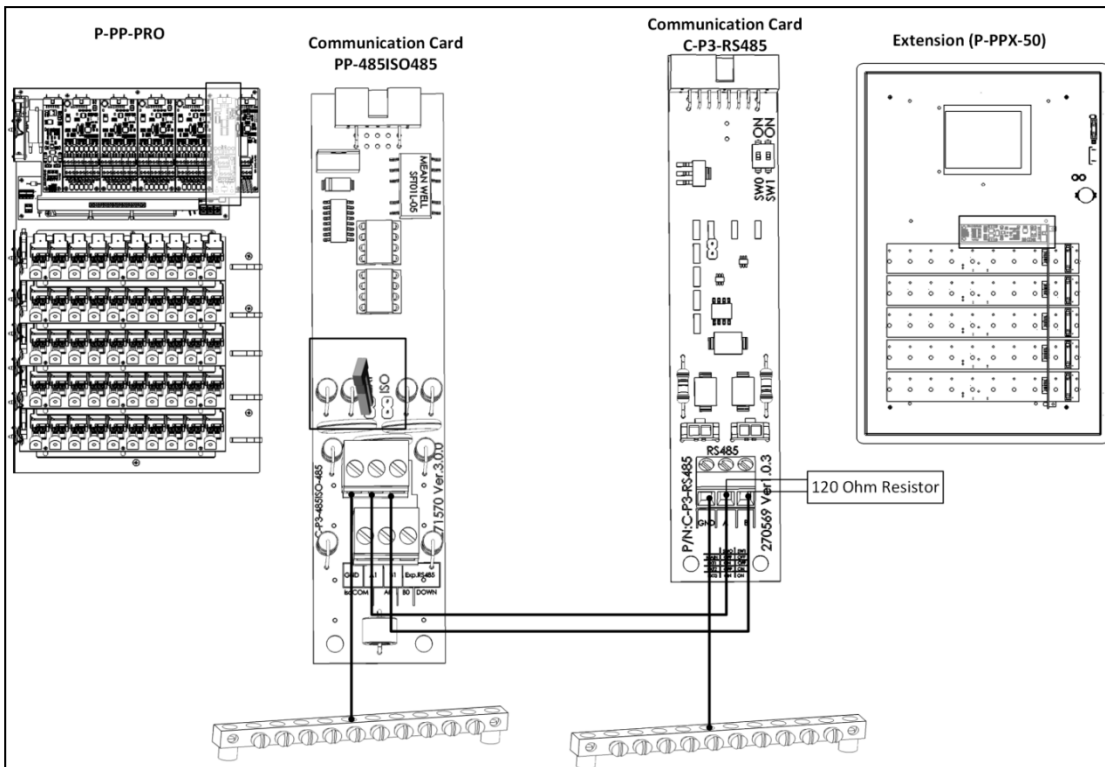

图 47: 外接扩展盒 接线端
- (图 47). 如果扩展单元安装于末端，需要安装一个120Ω的终端电阻 (Munters提供)